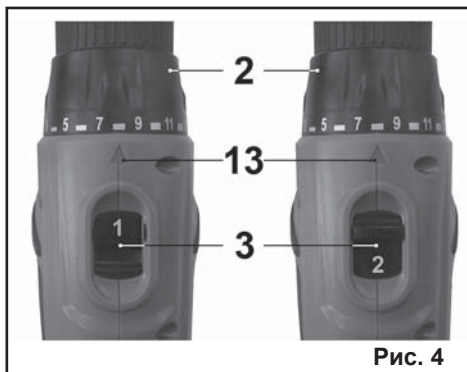

Рис. 4
(Рис.4).
7.6.2. Переключение диапазона скоростей вращения сверлильного патрона (1) осуществляется переключателем (3) согласно указаниям на переключателе (Рис.4):